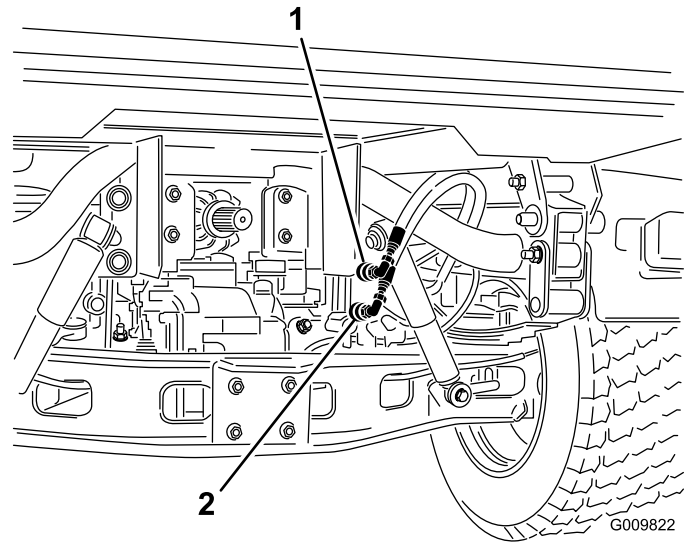

図 92
- それぞれの車両で、クイックカップラホース 2 本を、カップラブラケットのホースから外す 図 92。